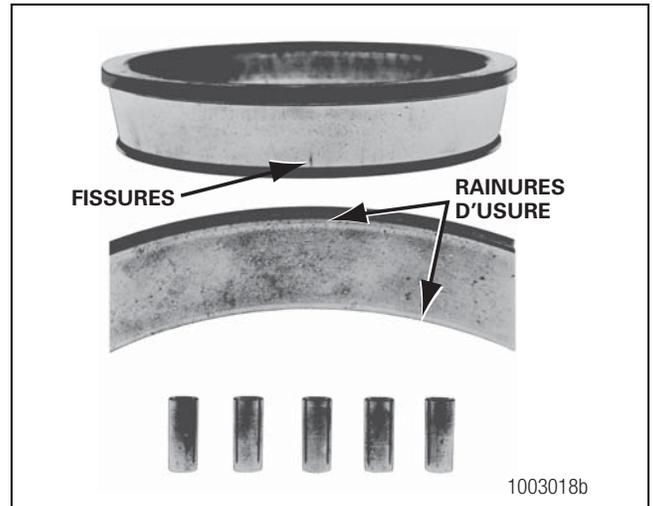

Figure 4.3
- La surface de la bague ou du cône intérieur du roulement présente une rainure de rouleau visible. La rainure est visible sur les deux pièces, des deux côtés des rouleaux (grand et petit diamètres). Figure 4.3.
- La surface de la bague, du cône intérieur ou des rouleaux présente des fissures profondes ou des cassures. Figure 4.3.